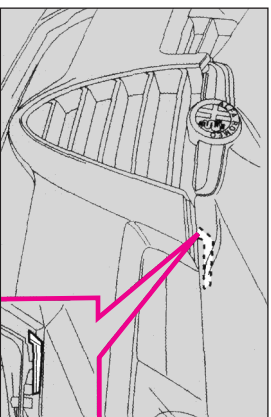

fig. 168
- împingeți levierul de siguranță (B-fig. 168) în sus.